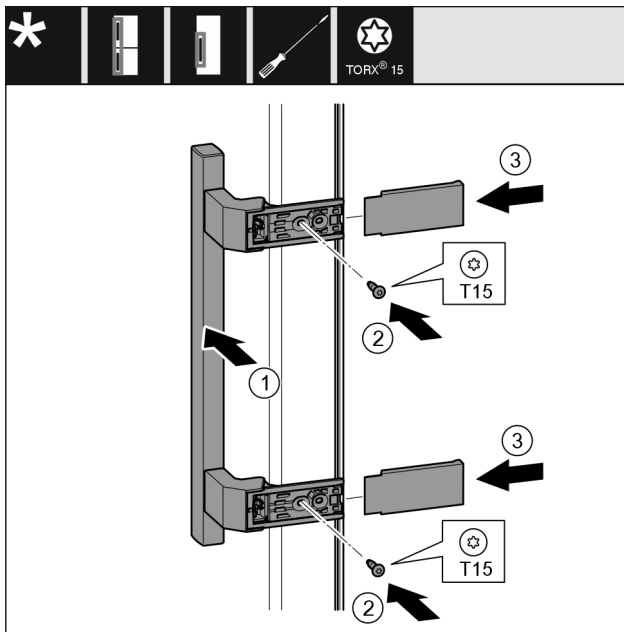

Fig. 24
- ▶ 将把手 Fig. 24 (1) 放到反面。
- ▶ 将螺钉 Fig. 24 (2) 用螺丝刀拧紧。
- ▶ 将盖板 Fig. 24 (3) 放置到侧面并插入。